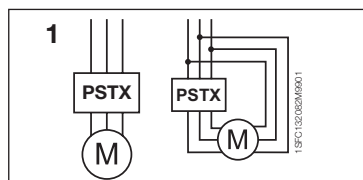

Abbildung 1: In Reihe, Wurzel-3-Schaltung
2. Verbinden Sie die Klemmen mit dem Hauptstromkreis: Klemmen 1L1 - 3L2 - 5L3 mit der Netzseite und die Klemmen 2T1 - 4T2 - 6T3 mit der Motorseite. Verwenden Sie eine Drahtverbindung für PSTX30...105, siehe Abbildung ❶ in der Grafik 7 und einen Klemmenanschluss für PSTX142...570, siehe Abbildung ❷ in Grafik 7. Die PSTX-Softstarter können sowohl „in Reihe“ als auch über eine „Wurzel-3-Schaltung“ verbunden werden, siehe Abbildung 1.